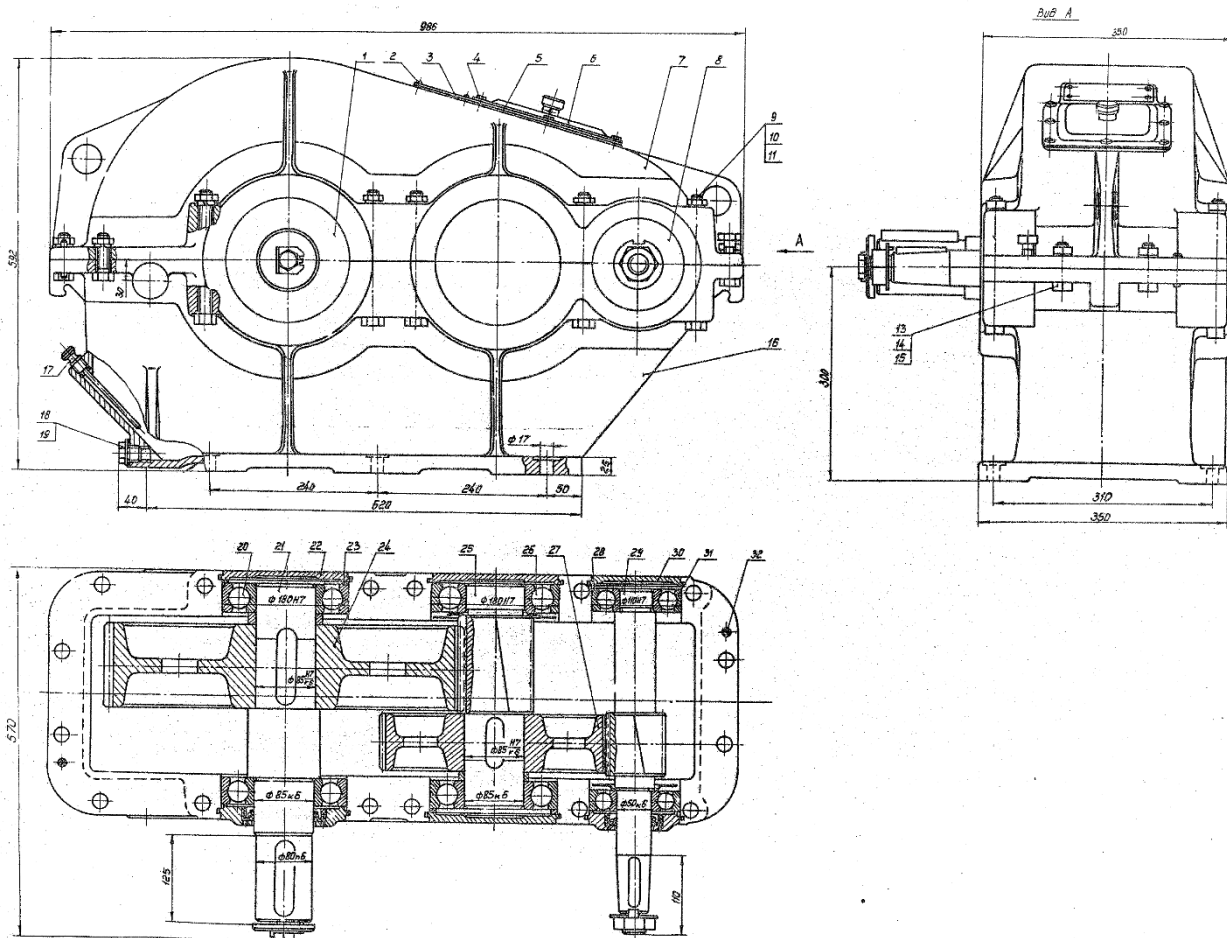

Рис. 1. Двухступенчатый цилиндрический редуктор
1. Построить пространственную модель редуктора в системе Autodesk Inventor по чертежам общего вида, представленным на рис. 1 и 2.
Значения модулей (мм) к рис. 1